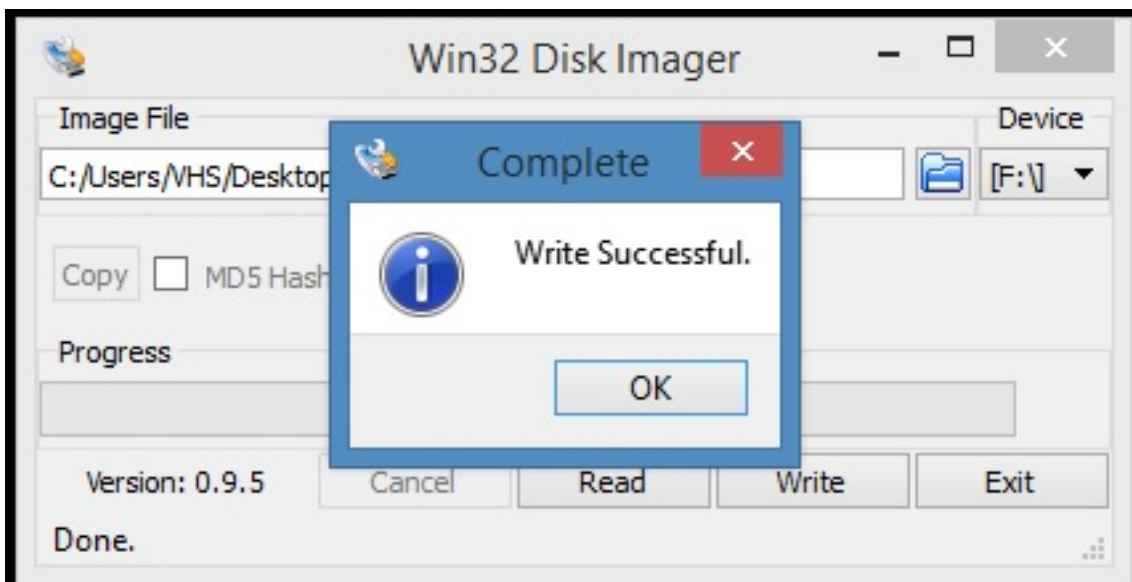

Figura 3.2: Confirmação de gravação da imagem no cartão SD.
- Clique no botão “Write”, aceite o aviso na janela seguinte e aguarde até terminar (Figura 3.2). Este processo irá levar alguns minutos.